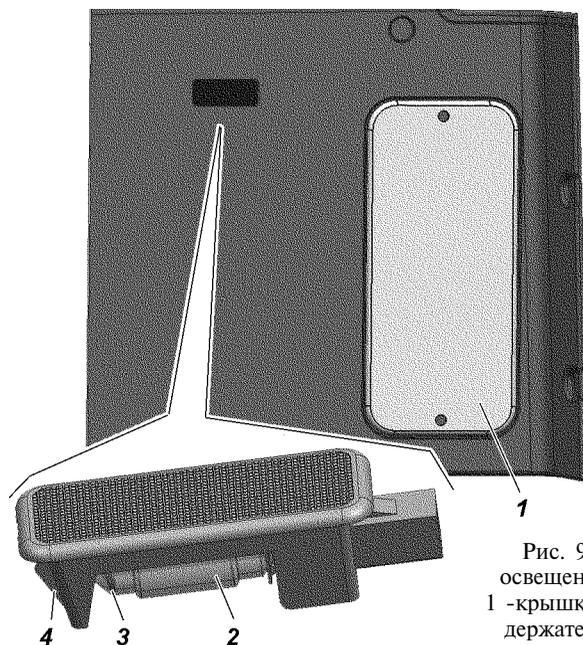

Рис. 9.45. Плафон освещения багажника:
**Плафон освещения багажника** на автомобиле УАЗ ПАТРИОТ расположен на правой боковине багажного отделения (рис. 9.45). Для замены лампы извлеките плафон выталкиванием через боковой лючок под крышкой 1. Замените лампу 2 отжав держатель лампы 3.